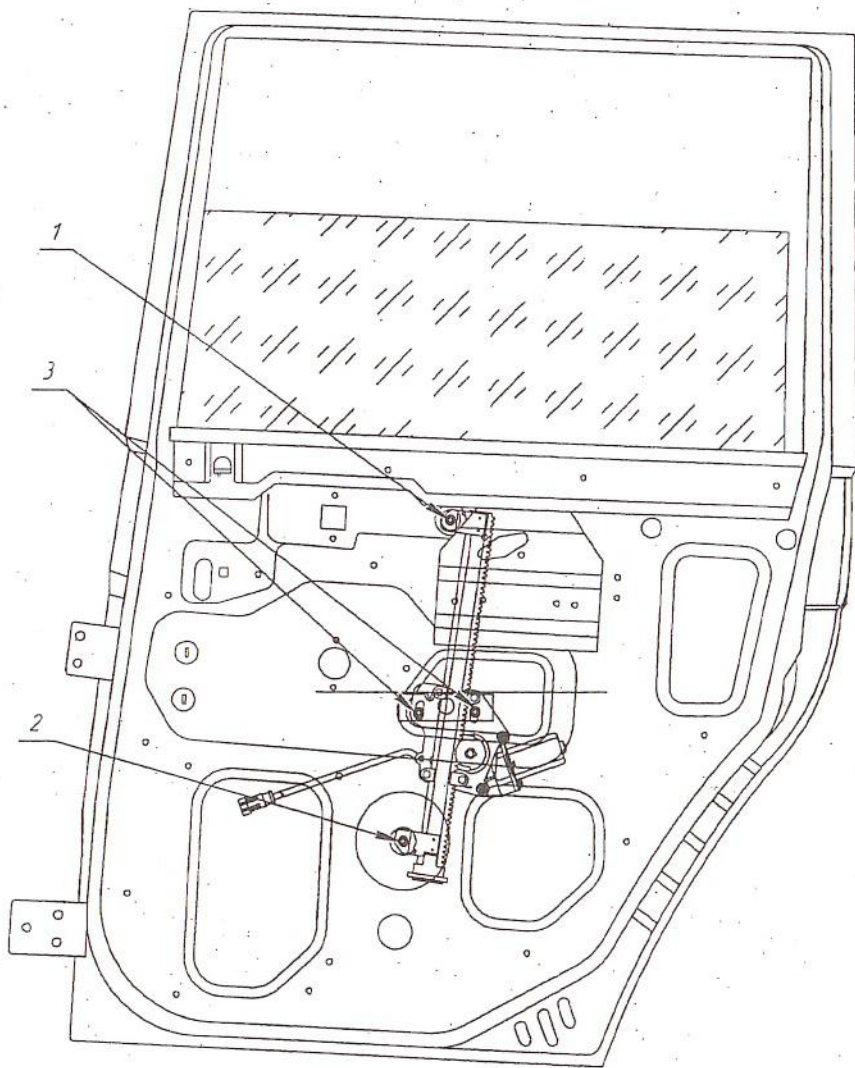

Рис.1
- 6.8 Установить ЭСП в дверь на штатные отверстия в соответствии с рис. 1. Закрепить гайками М6 со стопорными шайбами направляющую (см. п.1 и п.2), совместить отверстия держателя стекла с отверстиями подвижной пластины ЭСП и закрепить штатными болтами (см. п.3). Соединить колодки мотор-редуктора ЭСП с колодкой проводки двери.